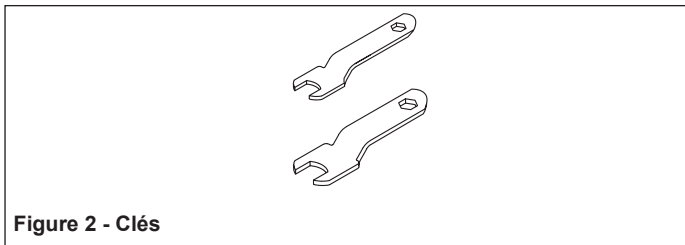

Figure 2 - Clés
2. Bien serrer la mandrin avec les clés (Voir Figures 2 et 3). Positionner une clé sur l'écrou de mandrinet l'autre sur la tige. Tourner la clé sur l'écrou du mandrin à la droite, et simultanément, tourner l'autre clé au sens opposé. S'assurer de ne pas laisser glisser la tige.